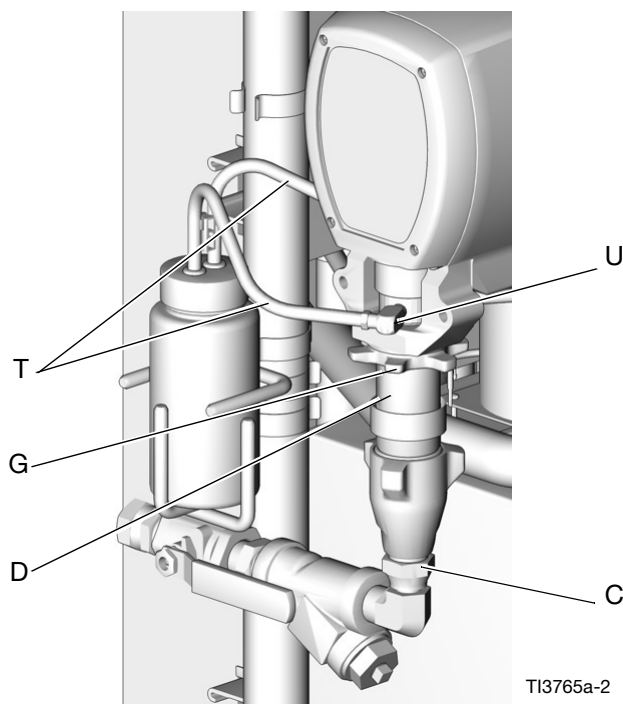

图 1 断开泵 A
**注意：**步骤 6-8 适用于泵（参见图 1）。若要断开泵 B，请转到步骤 9 和 10。用罩单或旧布块盖住 Reactor 及其周围，以免被溅到。
6. 断开流体入口 (C) 及出口 (D)。同时从加热器入口处断开钢质出口管。
7. 断开管路 (T)。卸下油杯上的管接头 (U)。
8. 用无火花榔头用力敲击，使星形防松螺母 (G) 松动。尽量拧松泵，以露出塑料手指护罩下方的固定销。向上推固定弹簧。将销针推出。继续将泵拧出。